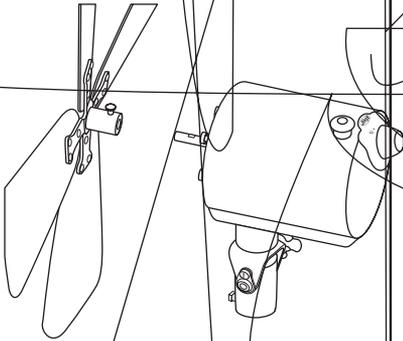

FIGURA 9
24. Deslice el manguito del conjunto de aspa sobre el eje del motor, asegurando que el tornillo de montaje de aspa se ubique en la parte plana de eje del motor. Vea la Figura 9. Apriete el tornillo de ajuste del conjunto de aspa de modo que asiente contra la parte plana del eje del motor. Suavemente tire del conjunto del aspa para asegurar que esté seguro en el eje del motor.
NOTA: Por fines de claridad, la rejilla posterior y el soporte de bloqueo ha sido retirada de la Figura 9 para mostrar la instalación del manguito / eje del motor del conjunto del aspa.